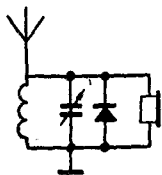

图 3.1
**3.2 问：**矿石收音机接成如图3.1的线路，为什么能检波？